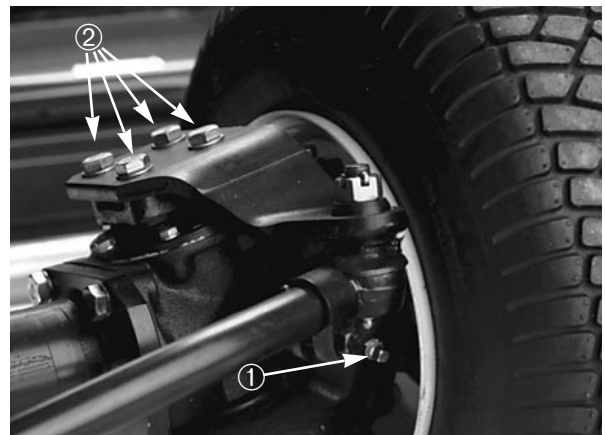

Fig. 7
tanden er lav, skal en monteringsbolt over hver endeprop fjernes, og der skal hældes nok olie på til at bringe niveauet op til bunden af hullet (Fig. 7).
3. Fjern påfyldningsproppen midt på akslen og kontrollér oliestanden. Hvis den er lav, skal der hældes nok olie på til at bringe niveauet op til bunden af hullet (Fig. 7).